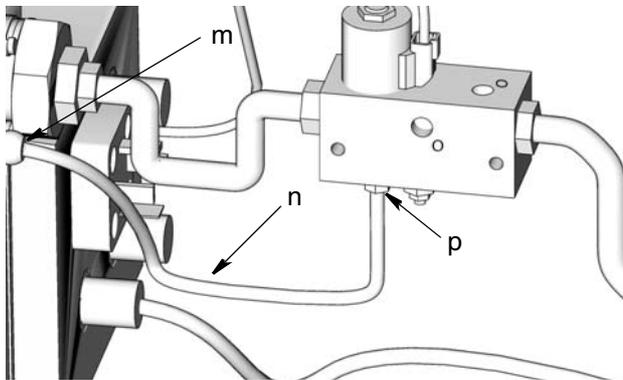

FIG. 9
12. Installer le tube de ventilation (n) entre la porte de ventilation (p) et le raccord (m) (FIG. 9).